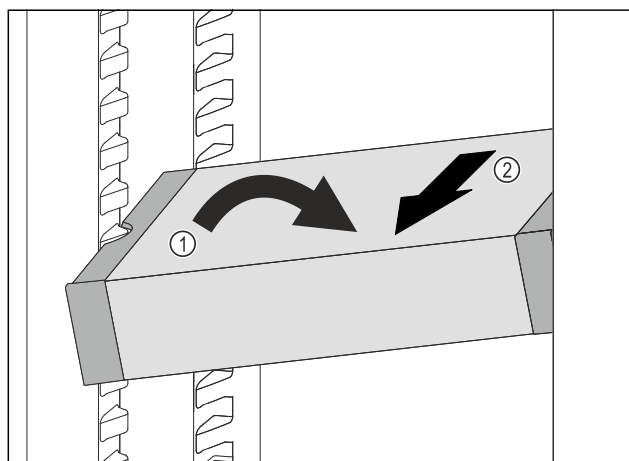

Fig. 124
- Ställ VarioSafe snett i kyldelen. Fig. 124 (1)
- Dra VarioSafe framåt för att ta ut den. Fig. 124 (2)